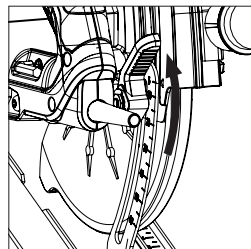

Рис. 10
- Потяните рычаг регулирования вверх и снимите блокировку устройства регулировки глубины пропила. (Рис. 10) (Рисунок представлен для модели CCSL. Все прочие модели аналогичны).